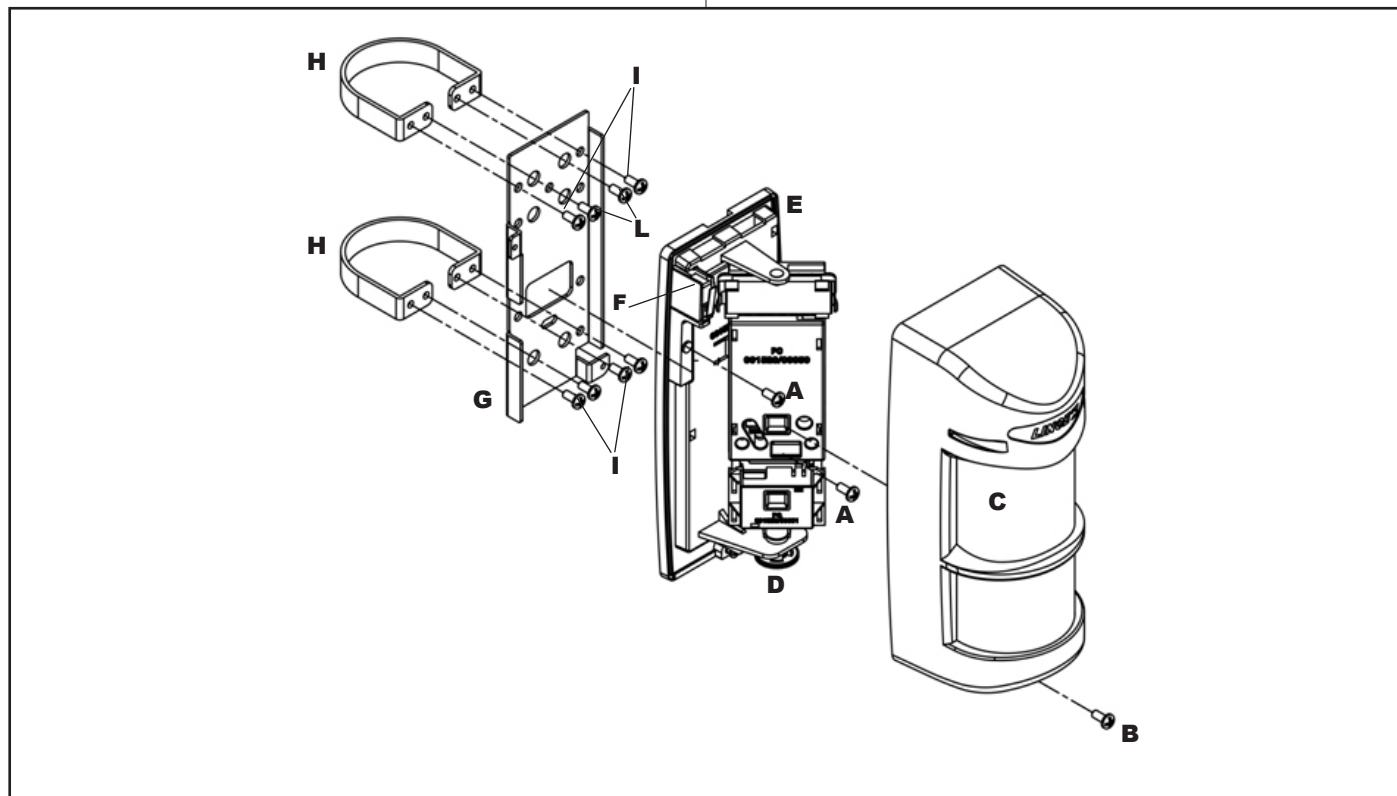

Fig. 2
- Effettuare le regolazioni del rilevatore agendo sul pomello **D** di regolazione del PIR 2 (fig. 2).
- Applicare la copertura frontale fissandola con la vite **B** (fig. 2).
- Lift up or take down the PIR 2 (low) using the adjusting knob **D** to choose the protected area as shown in fig. 2.
- Hook up and mount the front cover fixing it with screw **B** (fig. 2).